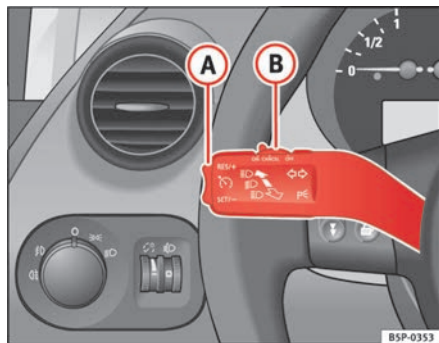

Fig. 145 Palanca de intermitentes y de luz de carretera: conmutador y tecla basculante para el regulador de velocidad
- Mueva el mando $\Rightarrow$ fig. 145 **B** hacia la izquierda hasta la posición **ON**.